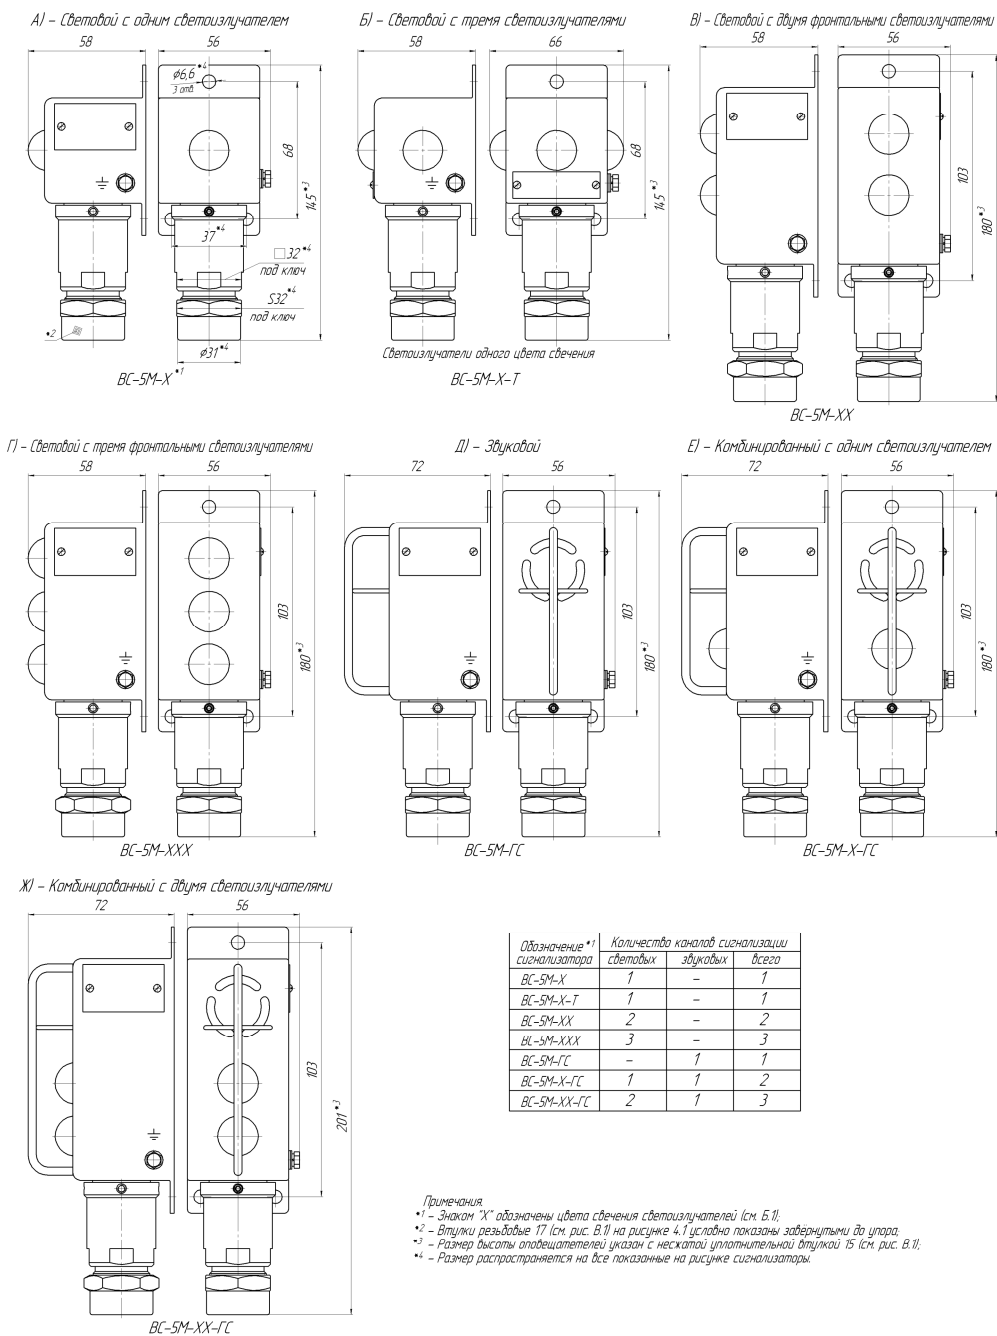

Рисунок 4.1 - Модельный ряд, габаритные и установочные размеры
- для ВС-5М-Х-Т (см. рис. 4.1Б) 120° / 300°;
Примечание - количество световых каналов и число светоизлучателей в канале показано на рис. 4.1;
- для вариантов А, Б по рис. 4.1	0,52 / 0,68
- для вариантов В...Ж по рис. 4.1	0,65 / 0,78
Внешний вид, габаритные и установочные размеры оповещателей показаны на рис. 4.1.
4.1.2 Оповещатели имеют сходную конструкцию (см. рис. 4.1, В.1): в металлическом кожухе 1, заполненном компаундом 4 (4а, 4б) размещены платы с элементами схемы и пьезозвукоизлучатель (у комбинированных и звуковых оповещателей - рис. 4.1 Д...Ж).
- у световых и комбинированных оповещателей (рис. 4.1 А...Г) - от одного до трёх светоизлучателей 6 (многокристалльный светодиод);
- у звуковых и комбинированных оповещателей (рис. 4.1 Д...Ж) - отверстия звукоизлучателя 5 и защитная решётка 3 (рис. В.1).
Световой оповещатель ВС-5М-Х-Т (рис. 4.1 Б) имеет три светоизлучателя 6 одного цвета свечения - на фронтальной и боковых поверхностях кожуха.
Место размещения таблички или маркировки: - у световых оповещателей ВС-5М-ХХ-Т (рис. 4.1 Б) - на лицевой стороне кожуха 1, ниже фронтального светоизлучателя, у остальных оповещателей - в верхней части правой боковой поверхности кожуха.
6.3 На табличке световых оповещателей ВС-5М-Х-Т (см. рис. 4.1,Б) рабочий диапазона температур («Та») может не указываться.